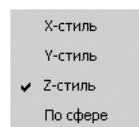

Рис. 2.88. Всплывающее меню пункта **Стиль поворота** контекстного меню **Анимационного** окна
- щелкните в контекстном меню по пункту **Стиль поворота**. Появится всплывающее меню, изображенное на рис. 2.88;